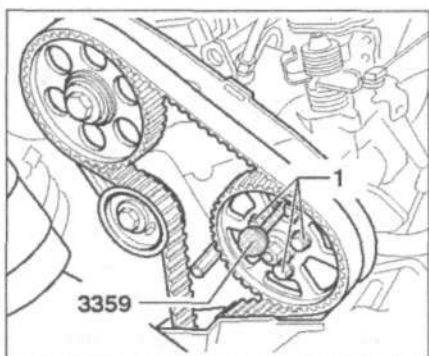

Рис. 6.11. Заблокируйте шкив ТНВД с помощью блокировочного пальца 3359. Ослабьте болты 1 крепления шкива ТНВД.
7. Заблокируйте шкив ТНВД с помощью блокировочного пальца 3359 (рис. 6.11). Ослабьте болты 1 крепления шкива ТНВД.
25. Проверьте возможность блокировки шкива ТНВД с помощью блокировочного пальца (рис. 6.11).